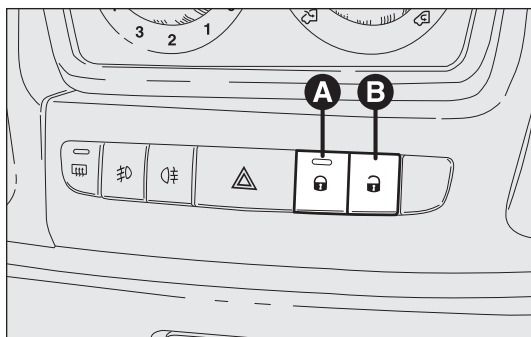

fig. 112
Si une ou plusieurs portes sont ouvertes après avoir appuyé sur le bouton **1** de la télécommande, les clignotants et la DEL se trouvant sur le bouton A-fig. 112 clignotent rapidement pendant environ 3 secondes. Quand la fonction est active, les touches A et B fig. 112 sont désactivées. En effectuant une double pression rapide sur le bouton **1** de la télécommande, le dispositif dead lock s'active (voir paragraphe « Dispositif dead lock »).
Appuyer sur le bouton A-fig. 112 pour verrouiller les portes et sur le bouton B pour les déverrouiller. Les actions de verrouillage/déverrouillage se font de manière centralisée (AV et AR). Lorsque les portes sont verrouillées, la DEL sur le bouton A est allumée et une pression sur le bouton B provoque le déverrouillage centralisé de toutes les portes et l'extinction du témoin. Lorsque les portes sont déverrouillées, la DEL est éteinte et une pression sur le bouton provoque le verrouillage centralisé de toutes les portes. Le verrouillage des portes n'est activé que si toutes les portes sont bien fermées.
on ne pourra pas effectuer le déverrouillage par le bouton A-fig. 112 situé sur la planche de bord.
- les boutons A-B fig. 112 de verrouillage/déverrouillage
L'activation du dispositif est signalée par 3 clignotements des feux clignotants et par le clignotement de la DEL située sur le bouton A-fig. 112 entre les commandes sur la planche de bord.